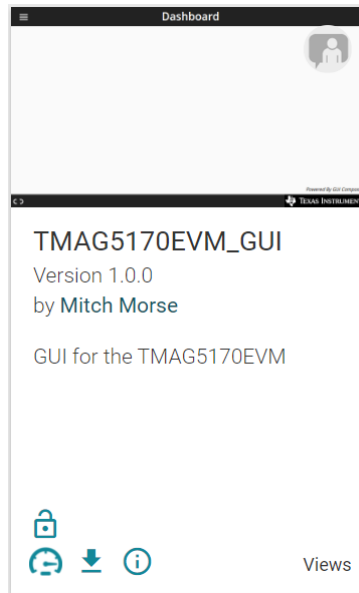

图 4-4. GUI Composer 应用程序窗口
3. 要通过网络浏览器启动 GUI，请点击 *GUI Composer* 应用程序，以打开 *GUI Composer* 窗口（请参阅图 4-4）。
4. 可以选择通过点击图 4-4 所示的 *GUI Composer* 中的  图标来下载 GUI，以供离线使用。